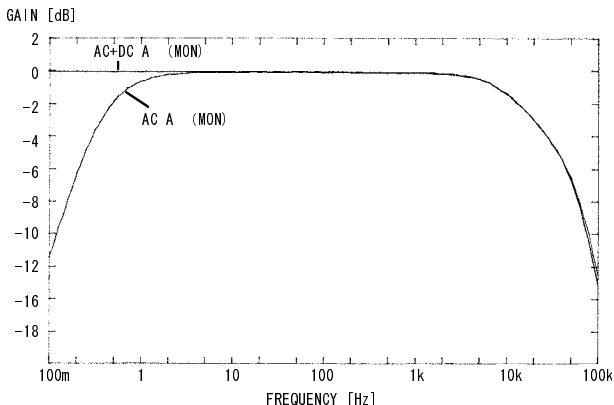

図1 電流出力周波数特性
- 測定の応答速度は、フルスケール (f.s.) 入力時に、立上り (0%→90%) は約 250 ms、立下り (100%→10%) は約 500 ms です。(2.2.5 の図 1, 2 参照)
- ・測定の応答速度は、フルスケール (f.s.) 入力時に、立上り (0%→90%) は約 250 ms、立下り (100%→10%) は約 500 ms です。(2.2.5 の図 1, 2 参照)